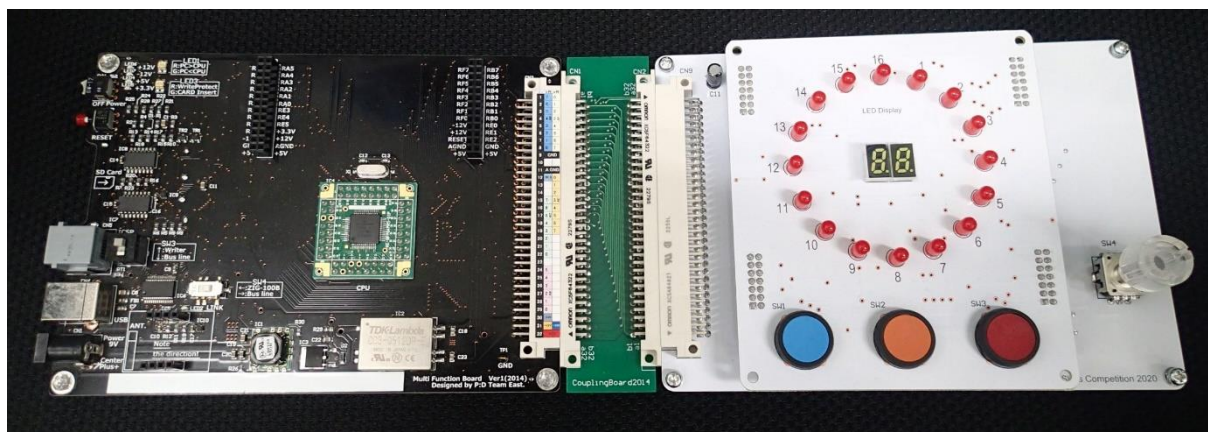

図 1.4 サークルオセロとマルチファンクション (MF) ボードとの接続
「ROUND led ボード」に「LED Display ボード」が接続された状態で配布しています。これらのボードは動作確認済みです。「ROUND led ボード」は、カップリングボードを介してマルチファンクション (MF) ボードと接続します。「サークルオセロ」をマルチファンクション (MF) ボードに接続した状態を図 1.4 に示します。
- マルチファンクション (MF) ボード (選手持込み)